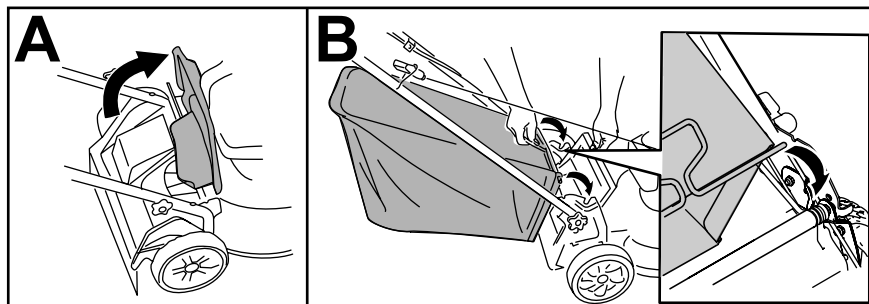

Figura 13
1. Ridicați și mențineți ridicat deflectorul spate (A din Figura 13).
2. Instalați sacul pentru iarbă, având grijă ca tifturile de pe sac să rămână în canelurile de pe mâner (B din Figura 13).